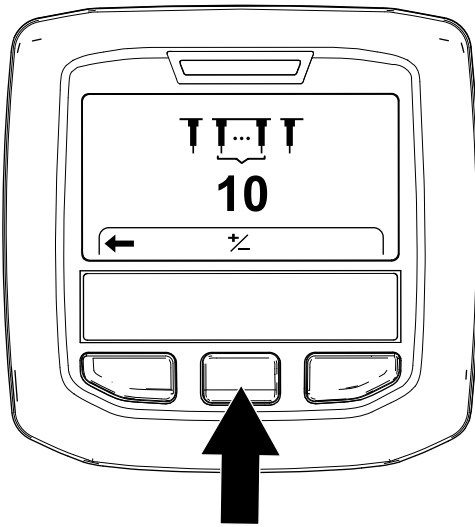

Figura 61
3. Apăsai butonul InfoCenter din dreapta până când se afiează ecranul Setting the Tine Quantity (Setare cantitate de dini) (Figura 61).